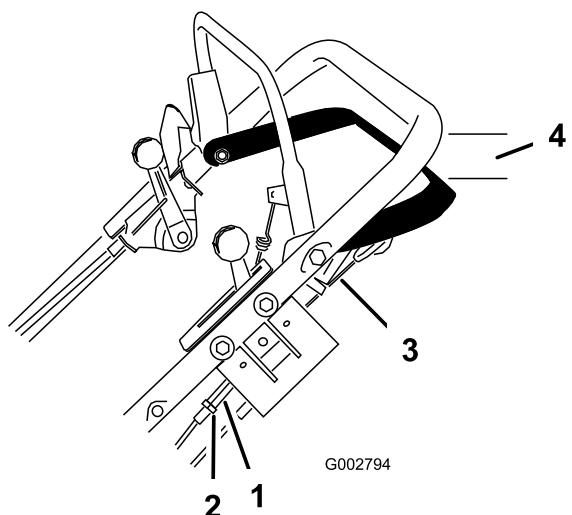

Figura 28
- Afloje la tuerca que sujeta el tensor (Figura 28).
- Gire el tensor hasta eliminar la holgura del cable expuesto (Figura 28).